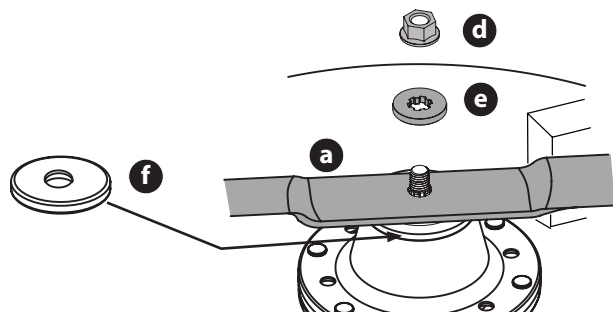

Fig. 44
- Quite la tuerca de seguridad con brida (d) y la arandela plana (e) sujetando la cuchilla (a) a la cortadora y extraiga la cuchilla (Fig. 44).
NOTA: solo para plataformas de 36 pulgadas - Hay una tapa (f) presente entre la cuchilla y la cortadora de césped. Antes del montaje, asegúrese que la tapa está en su lugar antes de instalar la cuchilla (Fig. 44).